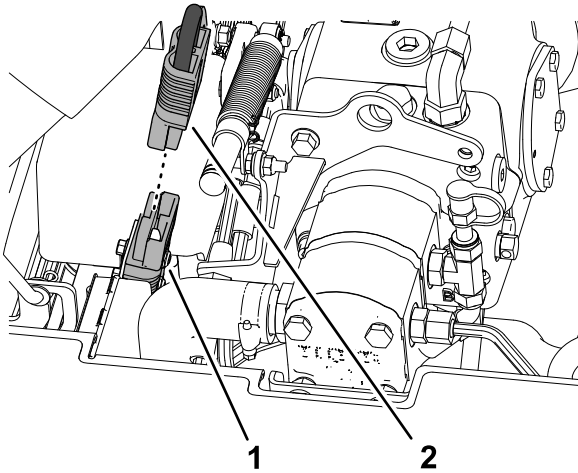

Figure 33
1. Appliquez de la graisse diélectrique sur les surfaces de contact de la connexion volante de débranchement de la batterie (Figure 33).